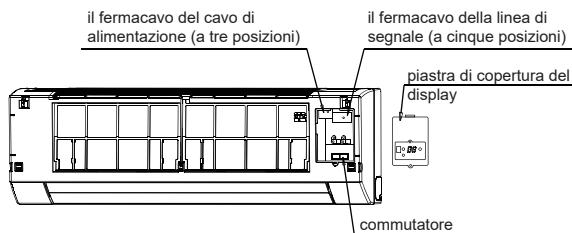

Fig. 7-2
- Collegare singolarmente il cavo di alimentazione e la linea del segnale, regolare il selettori (fare riferimento alla Fig 7-2)